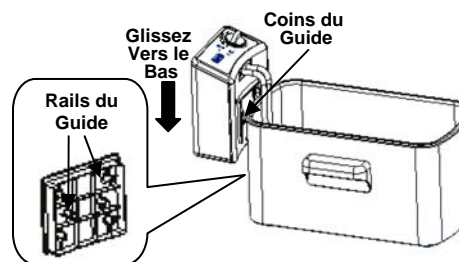

Fig. 2
2. Insérez, sur le panneau de contrôle, le coin des guides dans les rails montés sur le boîtier de métal. (Fig. 2)